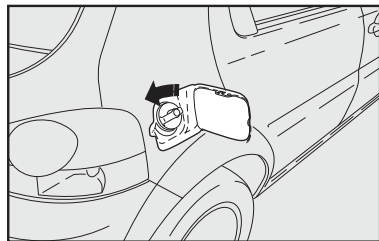

fig. 102
- segure a tampa e gire a chave no sentido anti-horário; prossiga girando a tampa **fig. 102** até o seu completo desalojamento;